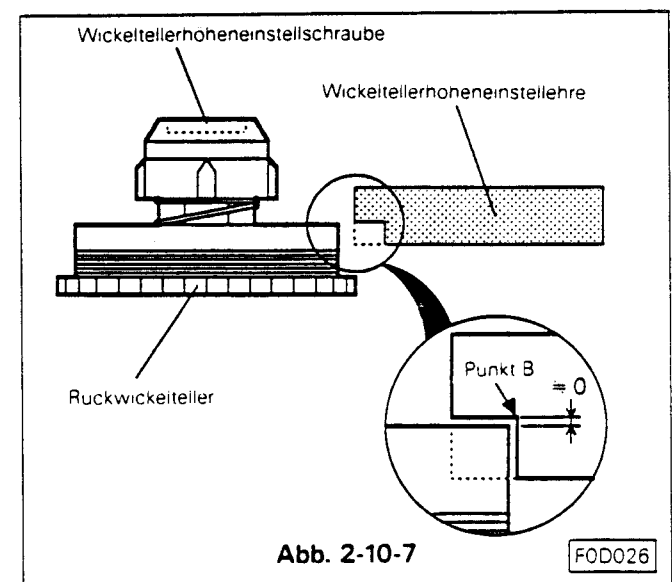

Abb. 2-10-7
- K Die Lehre vorsichtig um Punkt A mit der Markierung SP zum Rückwickelteller bewegen. Die Aussparung B an der Lehre bestimmt die Höhe des Wickeltellers. (Siehe Abb. 2-10-7)
- L Die Höhe des Wickeltellers kann über die Schraube in der Mitte an der Oberseite des Wickeltellers eingestellt werden. Für die Einstellung den Wickelteller festhalten. (Siehe Abb. 2-10-7)